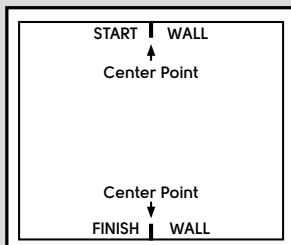

Fig. 1
1. Patroonlay-out: Meet de kamer om het middelpunt op de startmuur en eindmuur te vinden (Fig. 1).